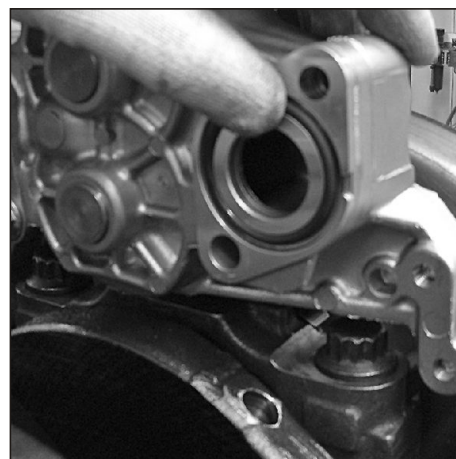

Рис. 106. Установка кольца резинового в насос масляный.
3. Установить кольцо резиновое в насос масляный (см. Рис. 106).